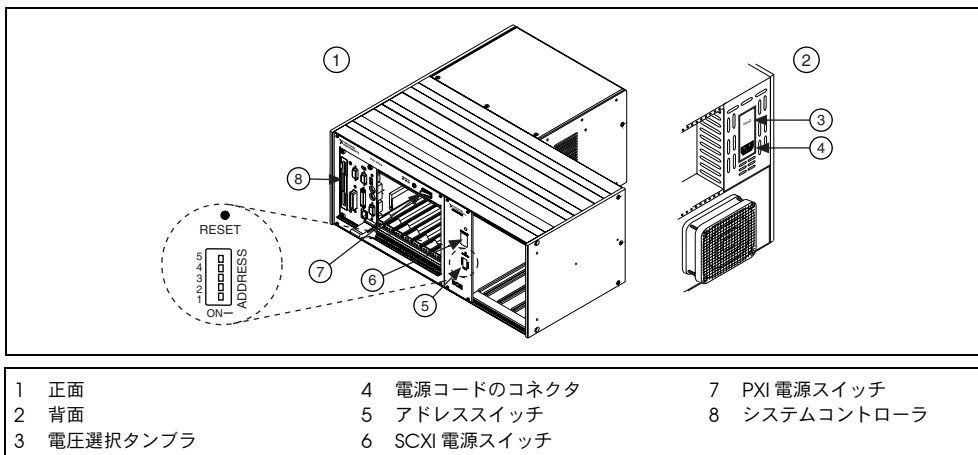

図 3 PXI/SCXI コンボシャーシセットアップ
2. SCXI アドレススイッチを OFF にしてください。図 3 では、スイッチはすべて OFF の位置にあります。
SCXI シャーシを使用する場合、シャーシの電源スイッチは「SCXI シャーシのセットアップ」の図 2 に示されています。PXI/SCXI コンボシャーシを使用する場合、PXI とシャーシの電源スイッチは「PXI/SCXI コンボシャーシセットアップ」の図 3 に示されています。